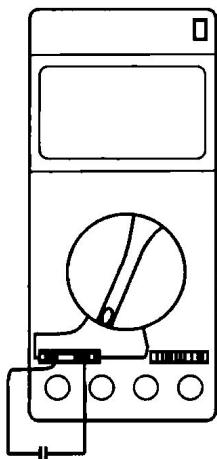

图 2-8 电容测量
4) 电容测量：这里以测空调器风扇电动机启动电容为例，介绍数字式万用表测量电容的方法。被测量空调风扇电动机电容约为 3 μF，首先把数字万用表量程开关旋至“F”“20 μ”挡，然后将已放电的电容插入万用表 Cx 的两个接线孔内（图 2-8）：数秒钟后，屏幕显示“3”，表明电容值为 3 μF；若屏幕显示“0”，表明电容已击穿；若显示“1”，表明电容已开路或超量程。须注意的是，测量电容前必须先对电容放电。